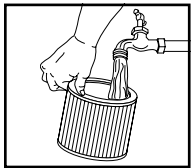

FIGURE 18
25. Ou rincez (depuis l'intérieur du filtre) avec de l'eau. **FIGURE 18.** Laissez sécher complètement (environ 24 heures).